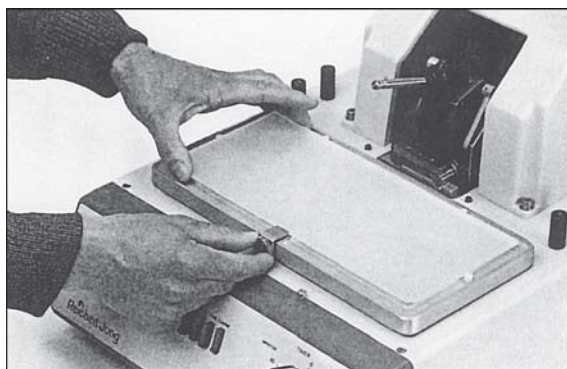

Fig. 22.1
2. Sortez le support de couteau du bras (Fig. 22.1) et faites remonter le bras de 1 à 2 cm. Tournez le bouton de commande de la plaque à fond vers la gauche sur "COARSE/GLASS LAP".